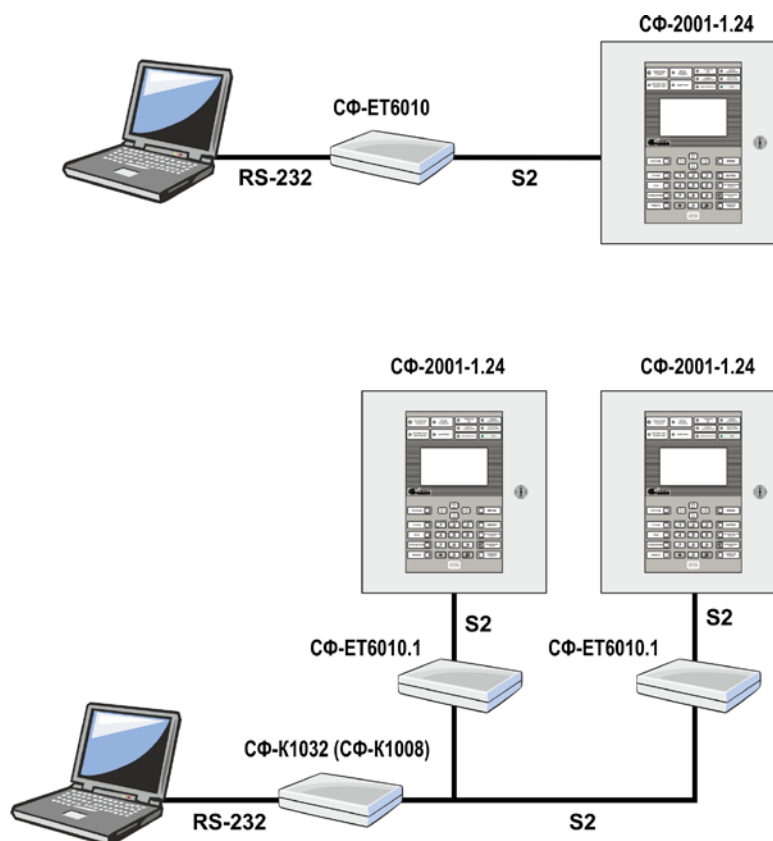

Рисунок 7
- а) Загрузка конфигурации с компьютера в режиме связи с системным блоком (рис.7). Последовательный порт компьютера (COM-порт) подключается к системному блоку прибора через модуль СФ-ЕТ6010 (используется интерфейс RS-232). Если требуется загрузить программу в один из системных блоков, включенных в сеть, то последовательный порт компьютера (COM-порт) подключается к сетевому концентратору. В случае отсутствия на компьютере COM-порта допускается использовать стандартный кабель-переходник COM-USB.